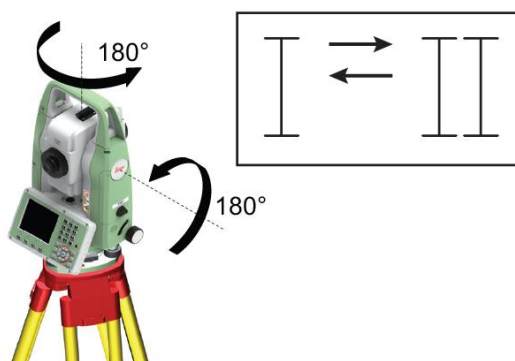

Рисунок 27 – Смена круга
14. Смените круг и повторите измерения на ту же точку (рисунок 27).